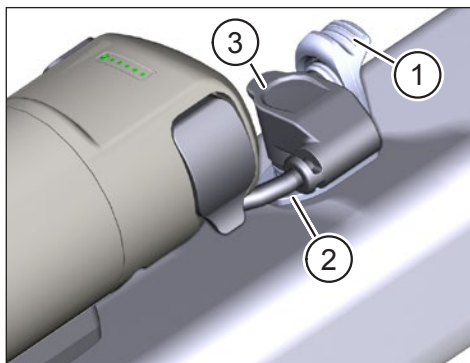

Fig. 8: Collegare il cavo di collegamento alla porta di ricarica
- ▶ Apra il coperchio (Pos. 1 in Fig. 8) della porta di ricarica (Pos. 2 in Fig. 8) sul telaio della e-bike.
- ▶ Allinei il connettore (Pos. 3 in Fig. 8) del cavo di collegamento in modo che la codifica del connettore della spina e della porta di ricarica coincidano.
- ▶ Inserisca la spina nella porta di ricarica e la fissi con la copertura (Pos. 1 in Fig. 8).